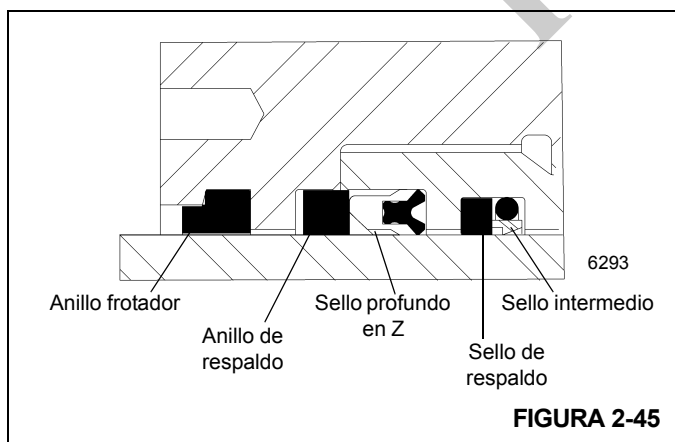

FIGURA 2-45
14. Instale el sello intermedio, el anillo de respaldo, el sello profundo de varilla en Z y el anillo de respaldo dentro de la cabeza, asegurándose que los sellos estén debidamente armados y colocados en el sentido correcto (Figura 2-45).